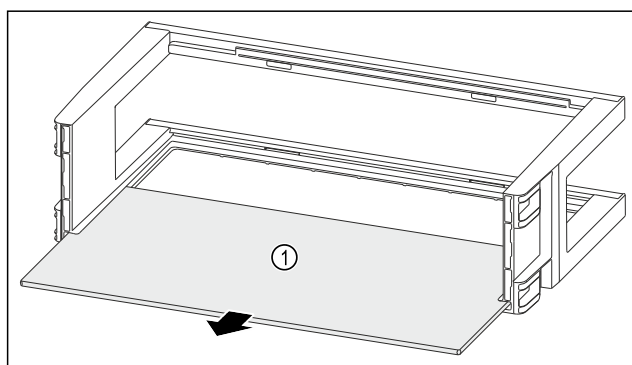

Fig. 139
- ▶ Izvadite policu Fig. 139 (1).